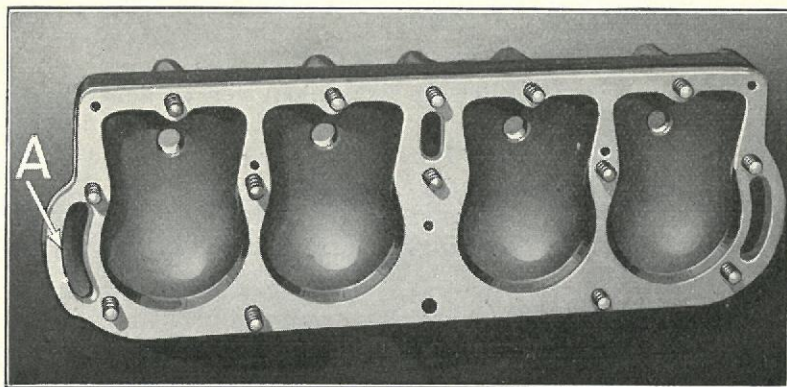

Fig. 226
- 373** Paasæt Topstykket og indsæt de 14 Topstykkebolte (se Fig. 226).